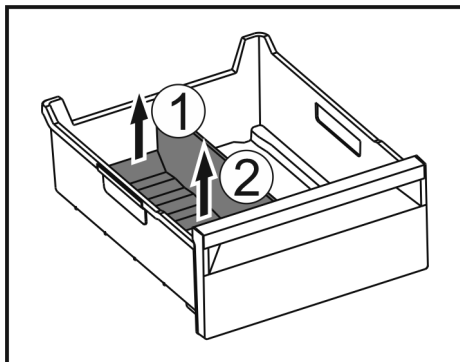

Fig. 195
- Podignite stražnji dio pregrade ladice za led. Fig. 195 (1)
- Izvadite pregradu ladice za led prema gore. Fig. 195 (2)